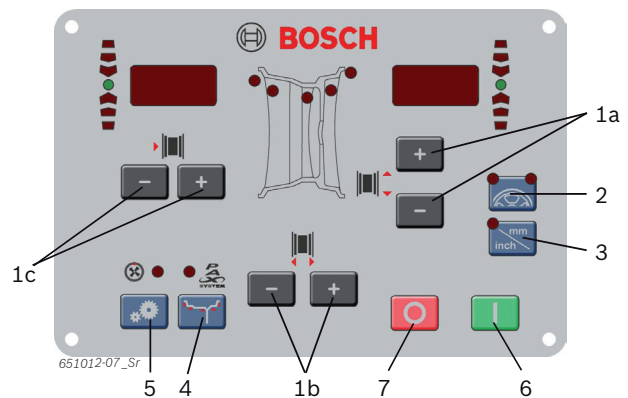

Fig. 6: Tasti disposti sul pannello di comando/pannello di visualizzazione
2. Selezionare la distanza del cerchione rilevato tramite il tasto <-> o <+> per distanza cerchione (fig. 6, pos. 1).
4. Selezionare la larghezza del cerchione rilevata tramite il tasto <-> o <+> per larghezza cerchione (fig. 6, pos. 1).
6. Selezionare il diametro del cerchione rilevato tramite il tasto <-> o <+> per diametro cerchione (fig. 6, pos. 1).
2. Immettere il numero esistente dei raggi tramite i tasti <-> o <+> (fig. 6, pos. 1).